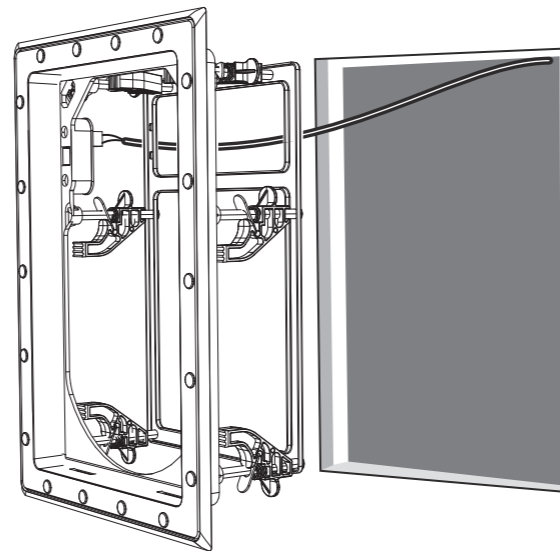

Fig. 8. Installing the Frame into the Wall
1. Appuyez avec précaution sur le cadre dans l'ouverture murale, en veillant à ne pas coincer ou pincer le câblage des enceintes (Fig. 8).